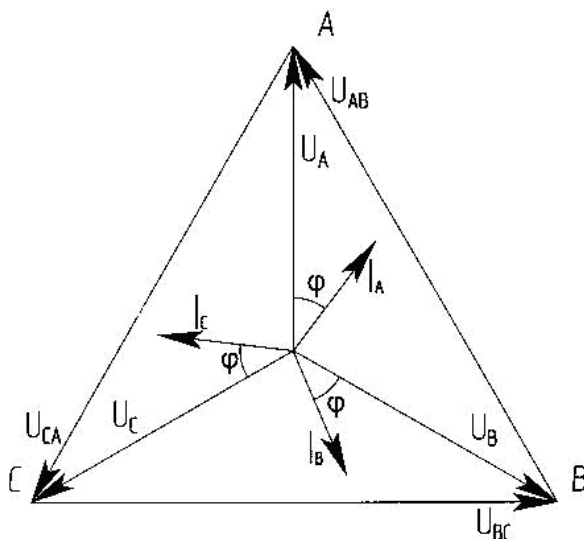

Рис. 3. 7
2. Расчет трехфазной цепи при соединении приемников треугольником (рис. 3. 6, б).